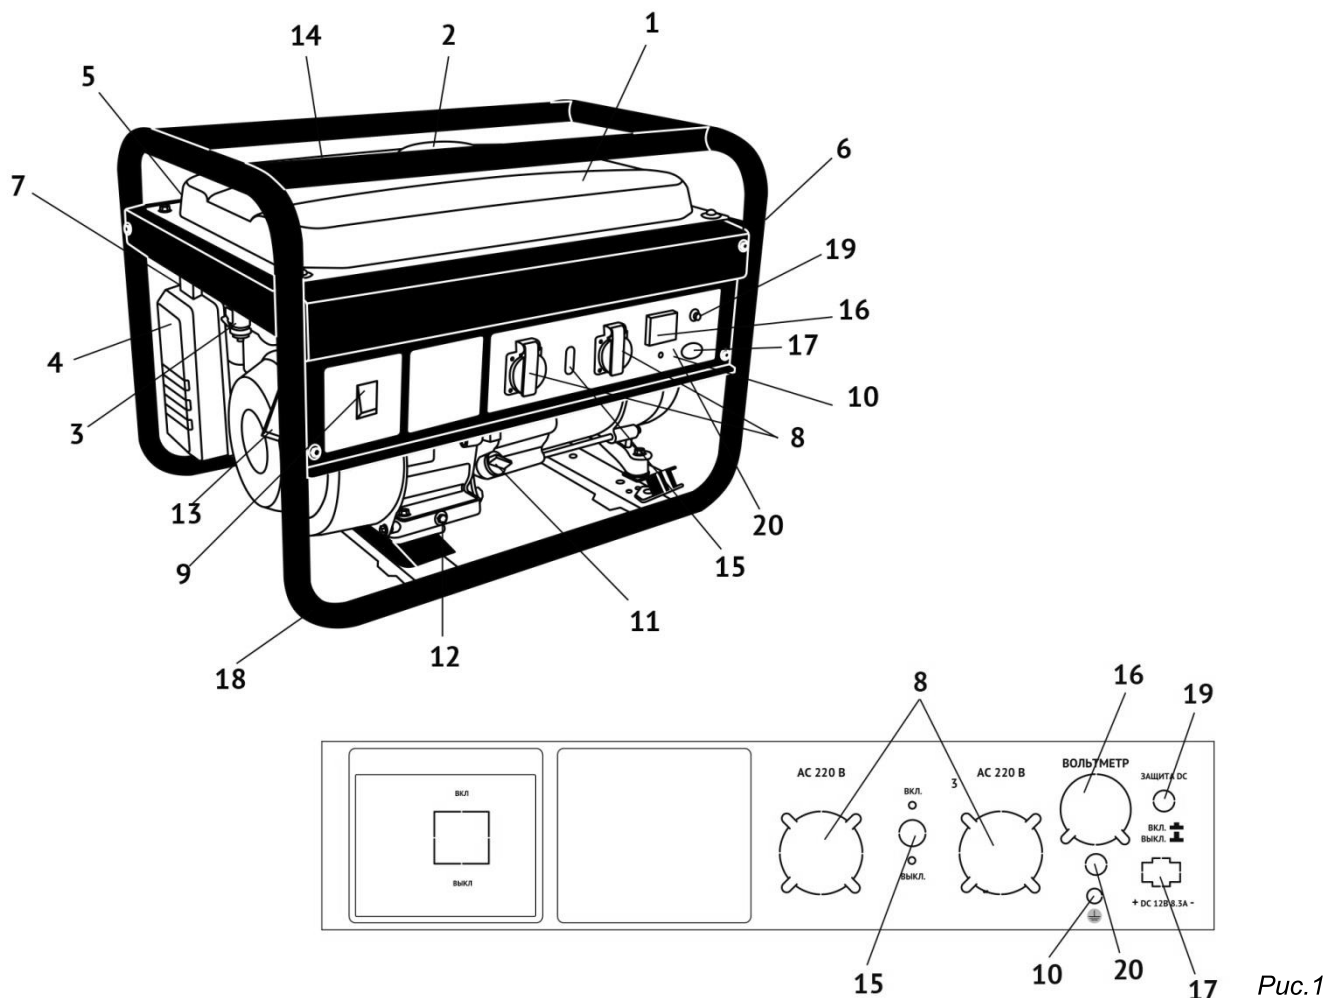

Рис.1
Двигатель и генератор закреплены на трубчатой раме (18, рис.1) через амортизаторы, что снижает вибрацию аппарата и уменьшает уровень шума при работе.
Электрическая сеть подключения потребителей относится к системе с изолированной нейтралью, предусматривающей защитное заземление открытых токопроводящих частей корпуса. В зависимости от местных условий (состав грунта, его влажность и т.п.) изменяется качество заземления. Во всех случаях защитное заземление должно иметь сопротивление не более 4-х Ом. Во время работы бензинового генератора его клемма заземления (10, рис.1) должна быть подсоединена к заземлителю. На практике это требование может быть реализовано следующими способами:
Выкрутите пробку-щуп из маслосливной горловины (11, рис.1) и залейте в картер масло необходимой марки до нижнего края горловины. Вставьте сухой чистый щуп в горловину картера и выньте его. Проверьте уровень масла: граница смоченной области щупа должна располагаться между отметками минимального и максимального уровней.
- перевести выключатель зажигания (9, рис.1) в положение «ВКЛ»;
- открыть топливный кран (3, рис.1);
- перевести рычаг управления воздушной заслонкой (7, рис.1) в крайнее левое положение «закрыто» при пуске холодного двигателя (для прогретого двигателя рычаг - в промежуточном положении);
- медленно потянуть рукоятку стартера (13, рис.1) до появления сопротивления. Затем резким движением вытянуть трос до конца, повторить действие ещё раз, если двигатель не завёлся;
После прогрева двигателя в течение 10-40 секунд (в зависимости от начальной температуры), перевести рычаг воздушной заслонки (7, рис.1) в крайнее правое положение «открыто».